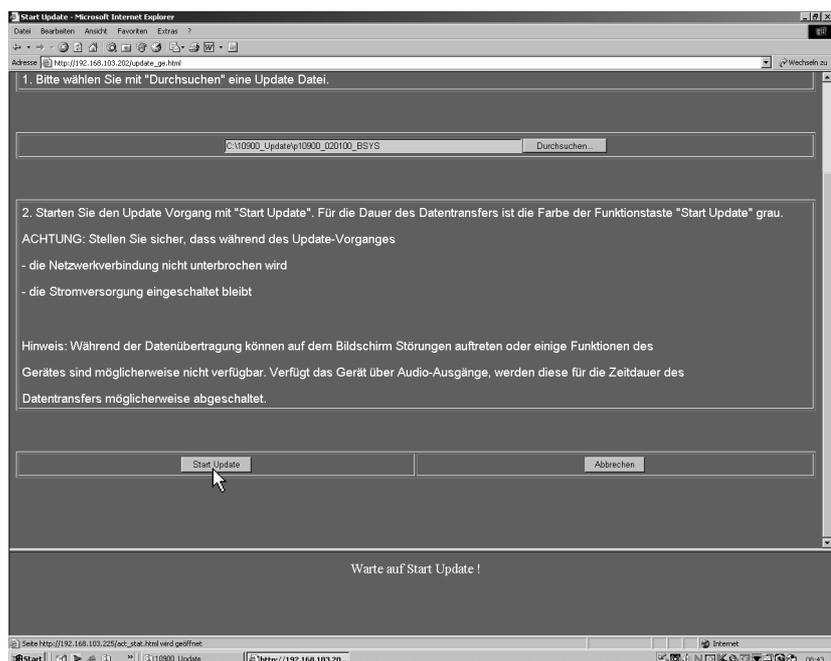

Bild 5-14: Starten des Updates
- Aktivieren Sie über „Start Update“ den Software-Transfer zum Surround-Monitor 10900 (siehe Bild 5-14). **Achten Sie darauf, dass während des Datentransfers keine Unterbrechung der Netzwerkverbindung oder der Stromversorgung auftritt.**